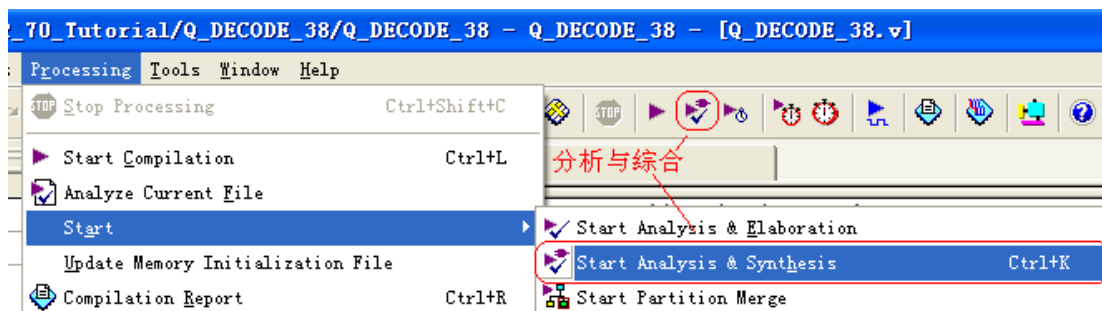

图 3-13 执行 start Analysis & Synthesis（开始分析与综合）
11. 分析与综合。点击菜单项 Processing->start->Start Analysis & Synthesis、点击图标或者使用快捷键 Ctrl+K 执行分析与综合。参看图 3-13。